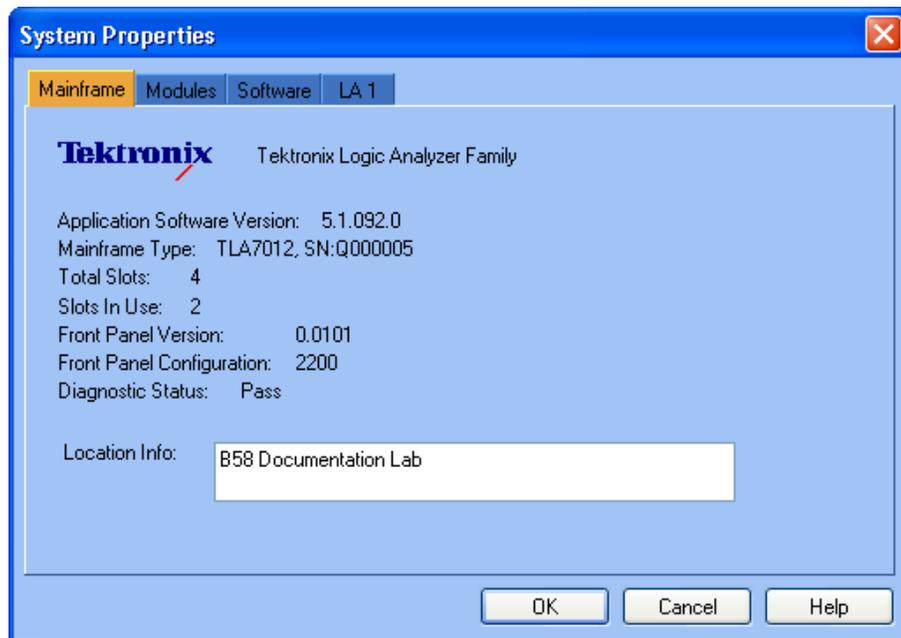

図 36: TLA System Properties ダイアログ・ボックス
2. System メニューから、**System Properties** を選択します。System Properties ダイアログ・ボックスが表示されます。(図 36 参照)。